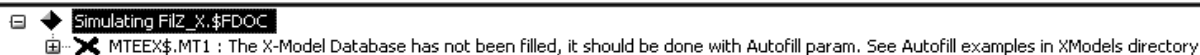

Рис. 1.93
1. Откройте вкладку **Proj** в левом окне проекта и сделайте активным окно графика **LdB**. Щёлкните левой кнопкой мышки по значку **Analyze** на панели инструментов. Если в Microwave Office имеется заполненная X-модель, начнётся анализ схемы. В противном случае открывается окно, в котором сообщается, что модель не заполнена и нужно её заполнить (рис. 1.93). В этом случае закройте это окно сообщения и выполните сле-